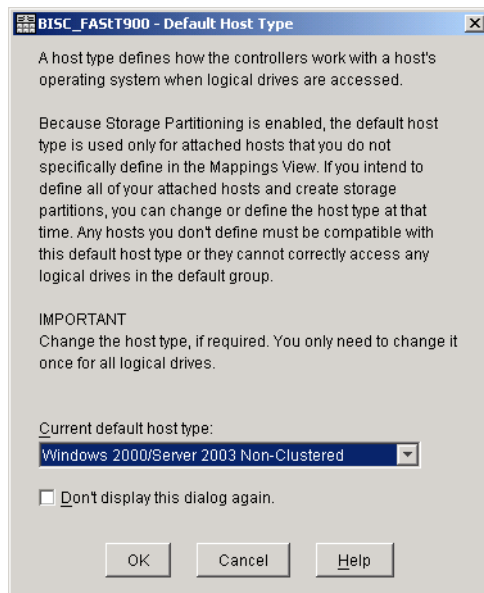

図7-48 デフォルトのホスト・タイプ
4. 図 7-48 のようなウィンドウが表示されます。ホスト・オペレーティング・システムのタイプを定義します。（この例の場合、「Windows 2000/Server 2003 Non-Clustered」を選択しました。）「OK」をクリックします。